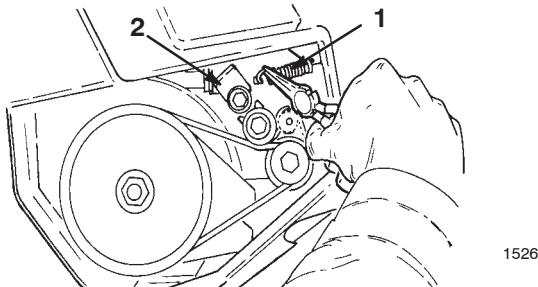

Figure 18
2. Décrochez le ressort du bras de la poulie de tension (Fig. 18).
- Accrochez le ressort de la poulie de tension (Fig. 18) en veillant à ce que la poulie de tension repose sur la courroie.